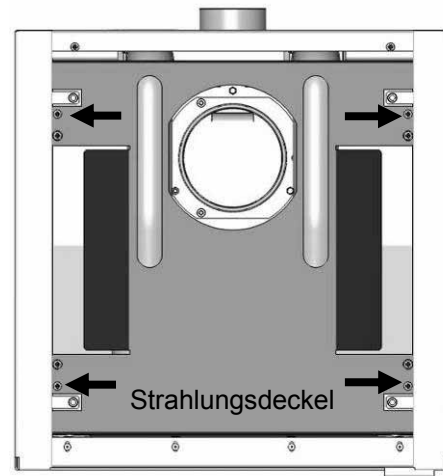
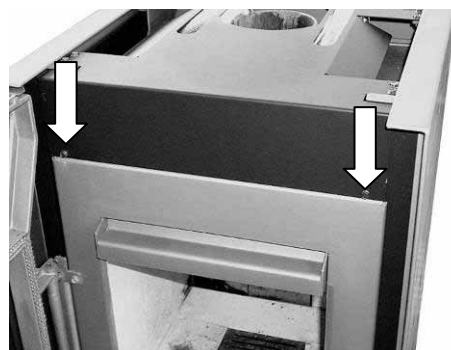

Abbildung 33: Ego Draufsicht ohne Abdeckung
Abbildung 34: Ego Schrauben Strahlungsblech vorne
2. Den Strahlungsdeckel durch Herausdrehen der Schrauben (Abbildung 33 und Abbildung 34) lösen und entnehmen.